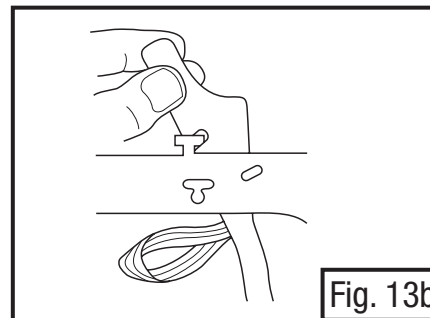
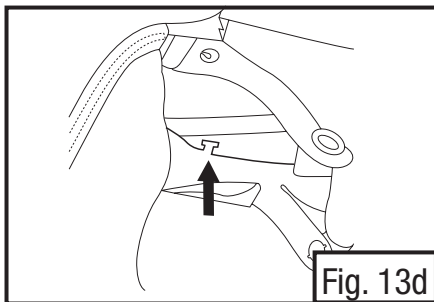

Fig. 13b
Fig. 13d
- Localize os ganchos em “T” na carneira (Fig. 13d). A guia plástica da vedação da face fixa-se neste gancho na carneira. Para fixar, desligue as guias **entre a carneira e o casco do equipamento para a cabeça**. Fixe o entalhe nas guias da vedação da face nos ganchos “T” localizados na cinta da cabeça da carneira (Fig. 13b).